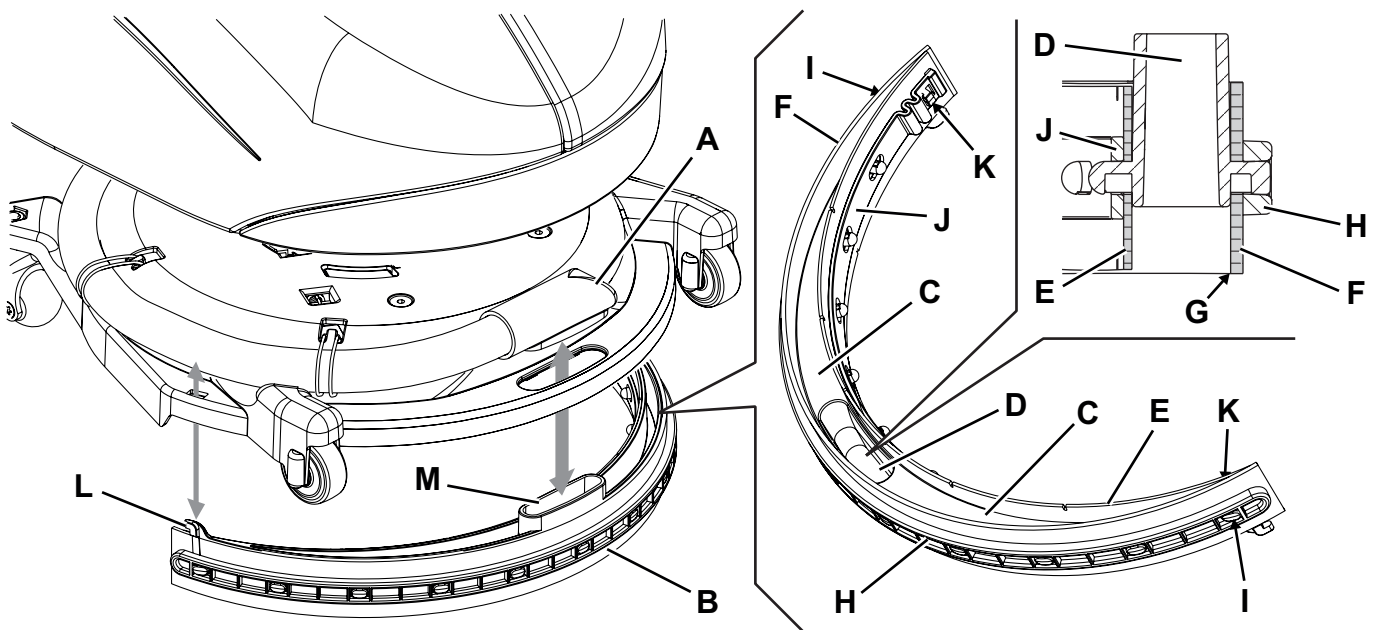

Abb. 7
2. Sicherstellen, dass der Funktionswählschalter (31) sich in der Position „0“ befindet.
3. Drehen Sie das Bürstenhalter-/Padhalter-Deck (12) vollständig gegen den Uhrzeigersinn.
4. Das Ansaugrohr (A, Abb. 7) von der Sauglippe lösen.
5. Die Sauglippe (B) aus dem Kopf ausbauen.
6. Sauglippe abspülen und reinigen. Insbesondere Förderöffnungen (C) und Ansaugöffnung (D) von Schmutz und Abfällen befreien.
7. Überprüfen, ob der vordere (E) und der hintere Gummi (F) unversehrt sind und keine Schnitte oder Risse aufweisen, gegebenenfalls austauschen (siehe nachstehender Absatz).
2. Prüfen, ob der vordere Gummi (E, Abb. 7) und der hintere Gummi (F) unversehrt sind und keine Schnitten bzw. Risse aufweisen, andernfalls müssen sie ersetzt werden. Überprüfen, ob die Vorderkante (G) des hinteren Gummis verschlissen ist. Gegebenenfalls Gummi umdrehen und eine der drei unversehrten Kanten als Vorderkante verwenden. Wenn auch die anderen Kanten abgenutzt sind, den Gummi wie folgt ersetzen:
- Das elastische Befestigungsband (H) aus den Halterungen (I) befreien und ausbauen.
- Den hinteren Gummi (F) auswechseln (oder umdrehen), dann das elastische Befestigungsband wieder einbauen.
- Das elastische Befestigungsband (J) aus den Halterungen (K) befreien und ausbauen.
- Den vorderen Gummi (E) auswechseln (oder umdrehen), dann das elastische Befestigungsband wieder einbauen.
3. Die Sauglippe (B) installieren, indem man die Haken (L) und die Ansaugöffnung (M) vorsichtig in den Sitz im Bürstenhalterkopf einführt.
4. Ansaugrohr (A) an die Sauglippe anschließen.